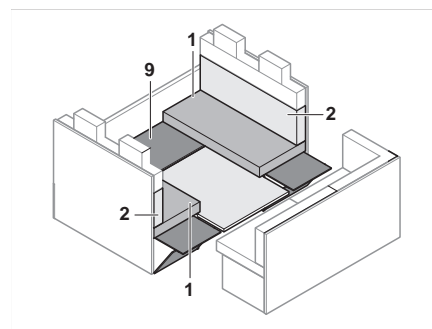

Fig. 138 Durante la trasformazione
- Riapplicare la sottostruttura (Fig. 138,9).